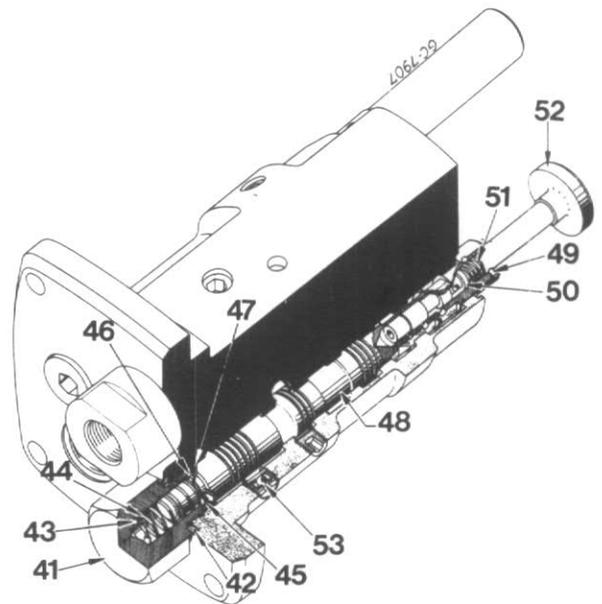

Fig. 42
Le clapet d'étranglement (53, Fig. 42) n'est pas sujet à l'usure, mais des matières étrangères dans l'huile peuvent empêcher son fonctionnement. L'obstruction du clapet d'étranglement prive le système de relevage de nervosité. Le nettoyage de cet orifice s'effectue au jet d'air comprimé après démontage du raccord.
Au remontage, il convient de nettoyer toutes les pièces et de les tremper dans du fluide hydraulique. La figure 42 permet de situer les pièces les unes par rapport aux autres. Prenez soin de monter correctement les rondelles Grower (43 et 45). L'évidement de la rondelle (45) se place du côté du circlip (46).